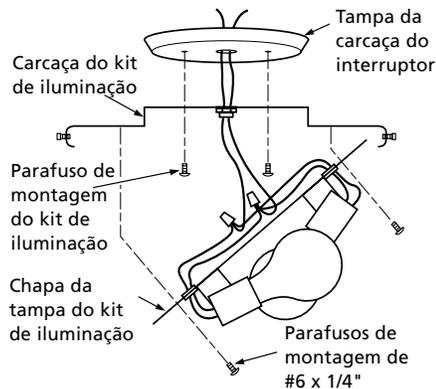

Figura 8h - Kit de iluminação tradicional com 5 lâmpadas e de perfil baixo
1. Dependendo do tipo de kit de iluminação que você possui, pode haver dois ou três parafusos de montagem de #6 x 1/4". Desatarraxe os parafusos #6 x 1/4" de montagem para remover a chapa da tampa do kit de iluminação conforme mostrado na Figura 8h. Não descarte os parafusos.
4. Utilizando os parafusos de montagem #6 x 1/4" do sub-passo 1, monte a chapa da tampa do kit de iluminação na carcaça do kit de iluminação e na carcaça do interruptor conforme mostrado na Figura 8h.